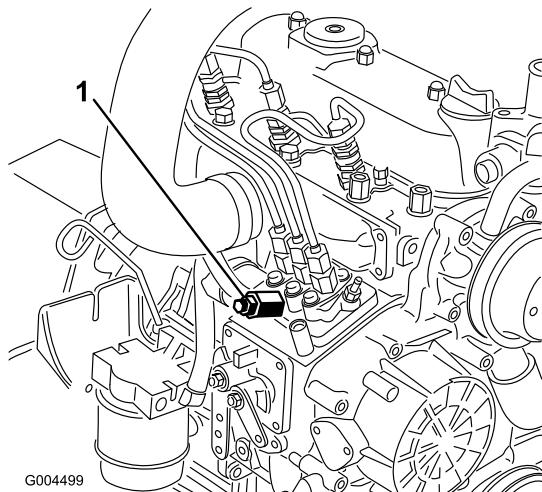

図 47
- 燃料噴射ポンプについているエア抜きネジの下にウェスを当ててネジをゆるめる(図 47)。